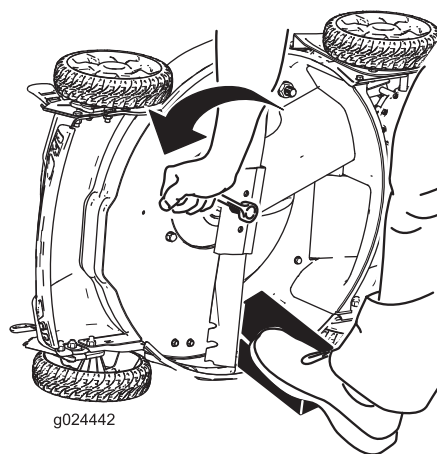

Figura 31
4. Retire la cuchilla, conservando todos los herrajes de montaje (Figura 31).
3. Utilice un bloque de madera para inmovilizar la cuchilla (Figura 31).